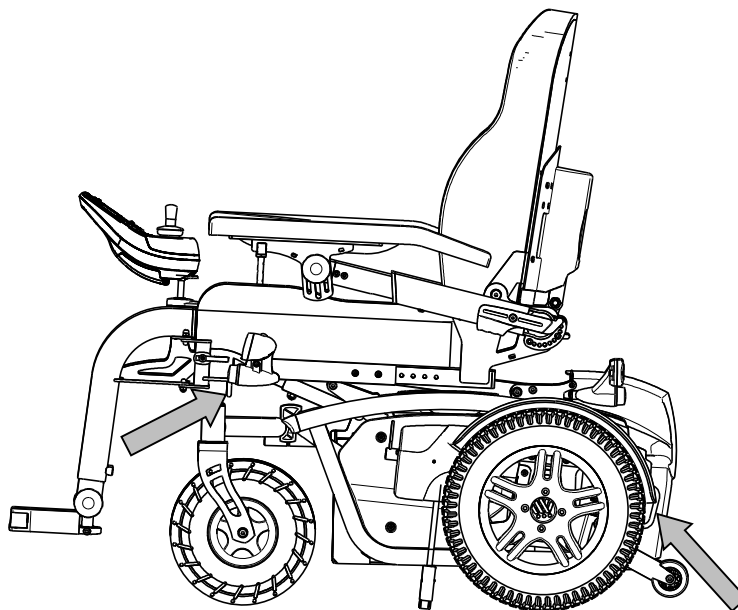

Figura 1
4. Se il bagagliaio e l'abitacolo NON sono separati o chiusi, assicurare saldamente al veicolo il telaio della carrozzina utilizzando il sistema a 4 punti di ancoraggio con cinghie (vedere la Figura 1).
10. 7. Montare le cinture di sicurezza anteriori seguendo le istruzioni del costruttore del sistema di passanti, fino al punto indicato (Figura 1).
12. 10. Montare le cinture di sicurezza posteriori seguendo le istruzioni del costruttore del sistema di passanti, fino al punto indicato (figura 1).